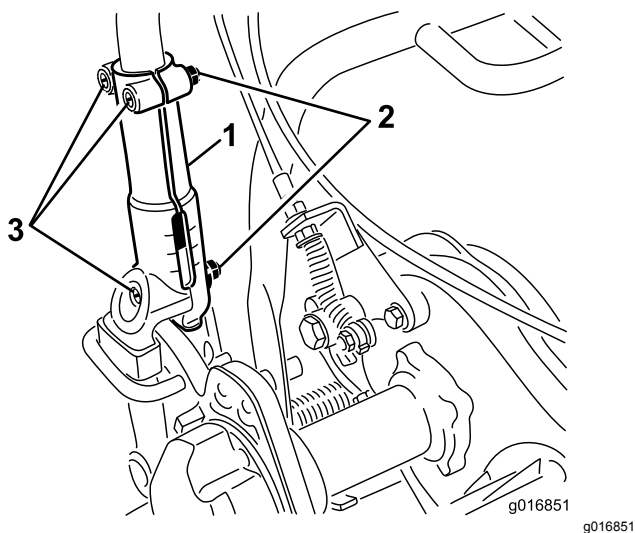

Figura 31
1. Allentate i 3 bulloni a testa tonda e i dadi che fissano ciascun lato della maniglia ai relativi morsetti (Figura 31).